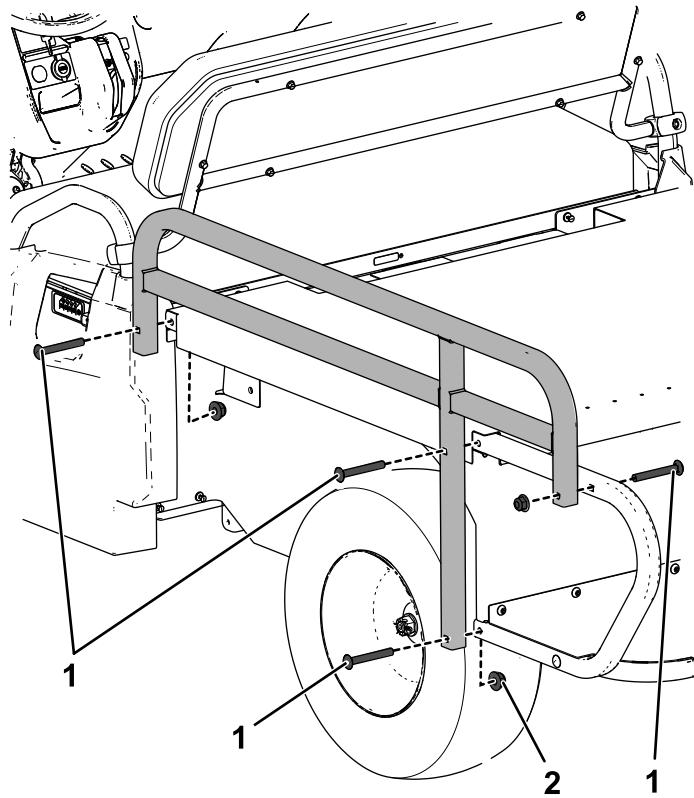

Figura 9
8. Instale as calhas laterais no conjunto da plataforma plana com oito parafusos de carroçaria ($\frac{3}{8}$ pol. x 3 pol.) e oito porcas hexagonais ($\frac{3}{8}$ pol.) como se mostra na Figura 9.